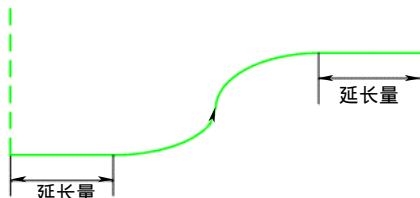

图 7-77 开始部分的延长量
- **【开始部分的延长量】**: 当设定领域是开放形状时, 在切削截面的开始和结束位置, 增加相切方向的接近部轨迹和返回部轨迹, 如图 7-77 所示。